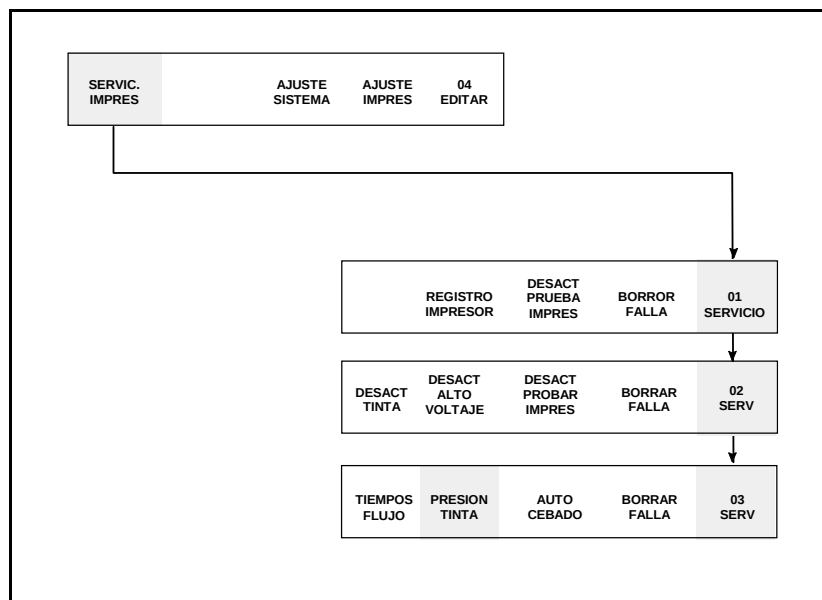

Figura 5-11. Acceso al Marco <03 SERVICIO>
- Active la tinta (On) para el cabezal de impresión (vea la figura 5-11).
- Comience en el Marco <03 SERVICIO>. Vea la Figura 5-11.